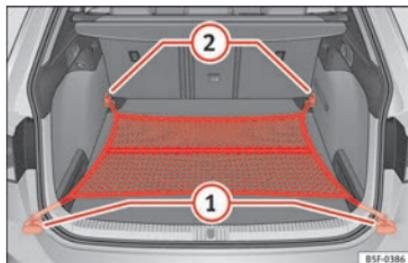

Fig. 134 En el maletero: bolsa de red enganchada a ras del piso (modelo LEON ST).
- Dado el caso, levante las argollas de amarre delanteras » **fig. 134** ②.
- Fije los ganchos de la red en las argollas de amarre ② » ⚠. La cremallera de la bolsa tiene que quedar hacia arriba.
- Fije los ganchos de la red en las argollas de amarre ①.